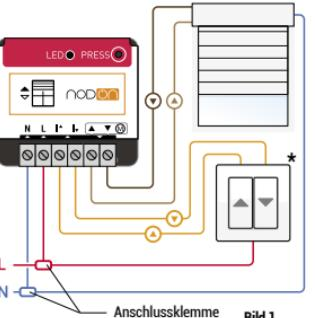

Bild 1
- 3 Verdrillen Sie das Modul entsprechend Bild 1..
- Wire the Relay Switch according to the diagram figure 1.